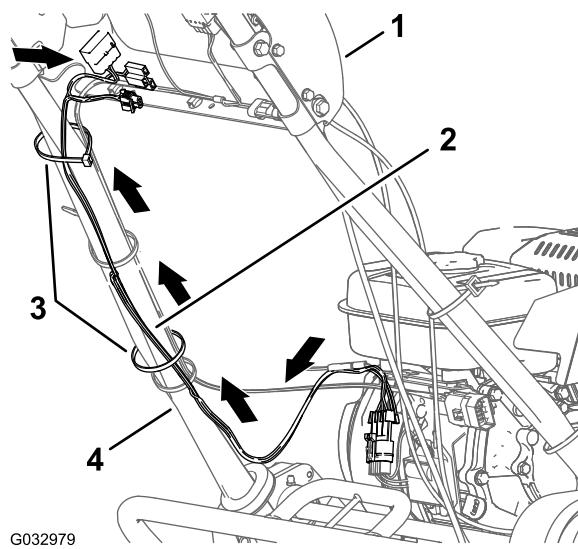
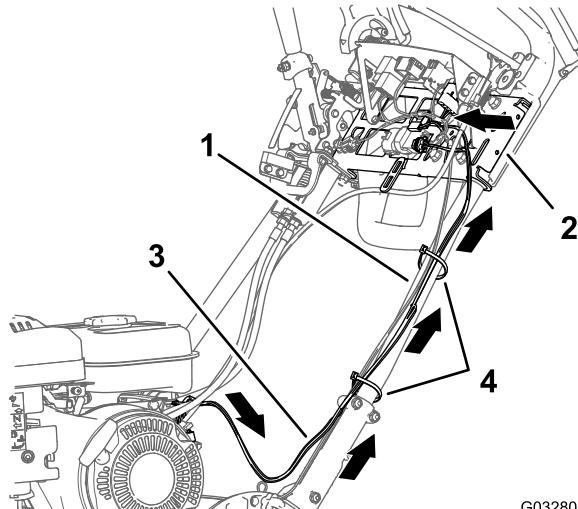

图10
图11
1. 从安装支架到左把手布置线束（图10 和 图11）。
2. 沿左把手并穿过手柄杆支架布置线束（图11）。
3. 如果 图10 和 图11 中所示，用 2 个扎带固定线束。